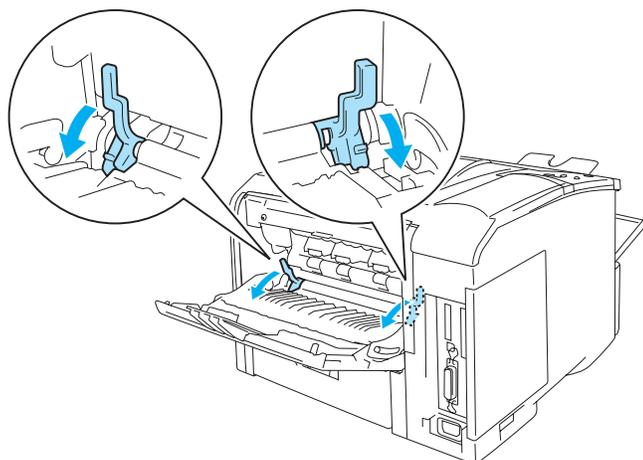

Figura 1-4
-  Cuando imprima en papel más pequeño de grano corto (A5, A6, Ejecutivo), realice lo siguiente: Abra la ficha **Básica** del controlador de impresora y en la opción **Tipo de soporte**, seleccione **Sobres**. A continuación, en la parte trasera de la impresora, abra la bandeja de salida trasera y empuje hacia abajo las lengüetas de color azul en los lados derecho e izquierdo (como se muestra en la Figura 1-4). Cuando haya terminado la impresión, cierre la bandeja de salida trasera y vuelva a colocar las lengüetas de color azul en su posición original.